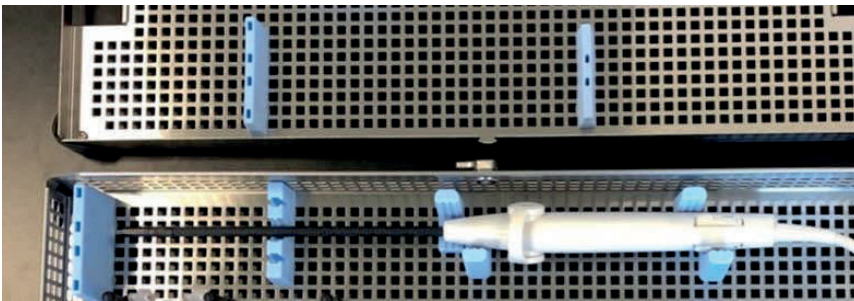

Figure 6-2 Mise en place correcte de la sonde IUUS, angle de l'embout articulé à 0°.
4. Placer la sonde IUUS dans le plateau en réglant l'angle d'articulation à 0°, voir la Figure 6-2.